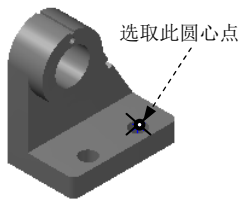

图 7.5.18 定义分析点的位置
Step3. 定义分析点的位置。选取图 7.5.18 所示的圆心点，系统弹出图 7.5.19 所示的“点分析”对话框。